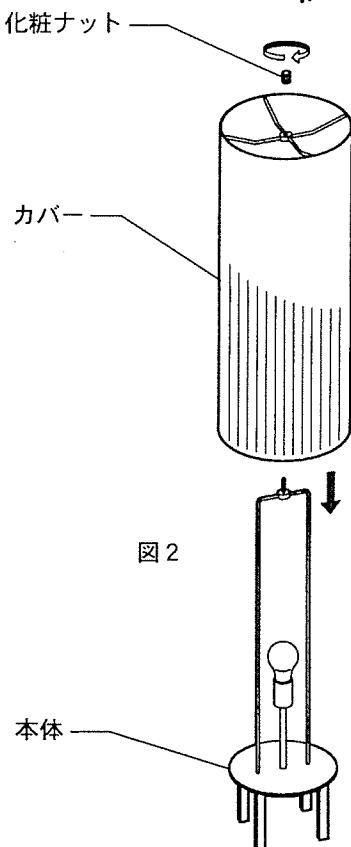

図2
3. カバーを取り付けます。(図2)
- ①カバーを本体にかぶせるようにセットします。
- ②化粧ナットを締め込みカバーを固定します。